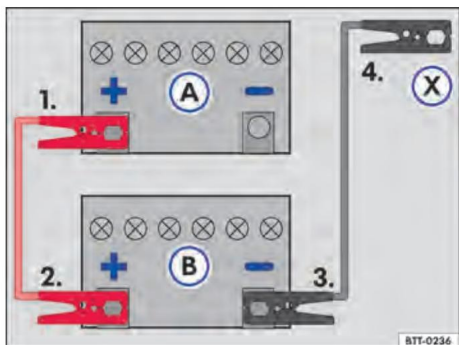

Fig. 151 Schéma de raccordement des câbles d'aide au démarrage : batterie du véhicule A déchargée et batterie du véhicule B alimentée en courant
Légende pour → Fig. 151 :
Branchez le câble d'aide au démarrage uniquement dans l'ordre 1 – 2 – 3 – 4 → Fig. 151.
- Connectez une extrémité du câble de démarrage démarreur rouge au pôle positif (+) du véhicule avec une batterie de véhicule déchargée → fig. 151 A → .